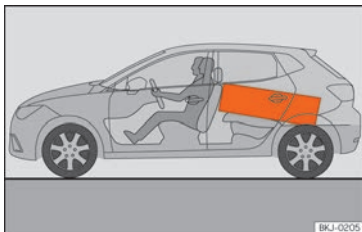

Abb. 162 Legen Sie schwere Gegenstände möglichst weit nach vorn.
- Verstauen Sie schwere Gepäckstücke so weit wie möglich vorne im Gepäckraum »» **Abb. 162**.